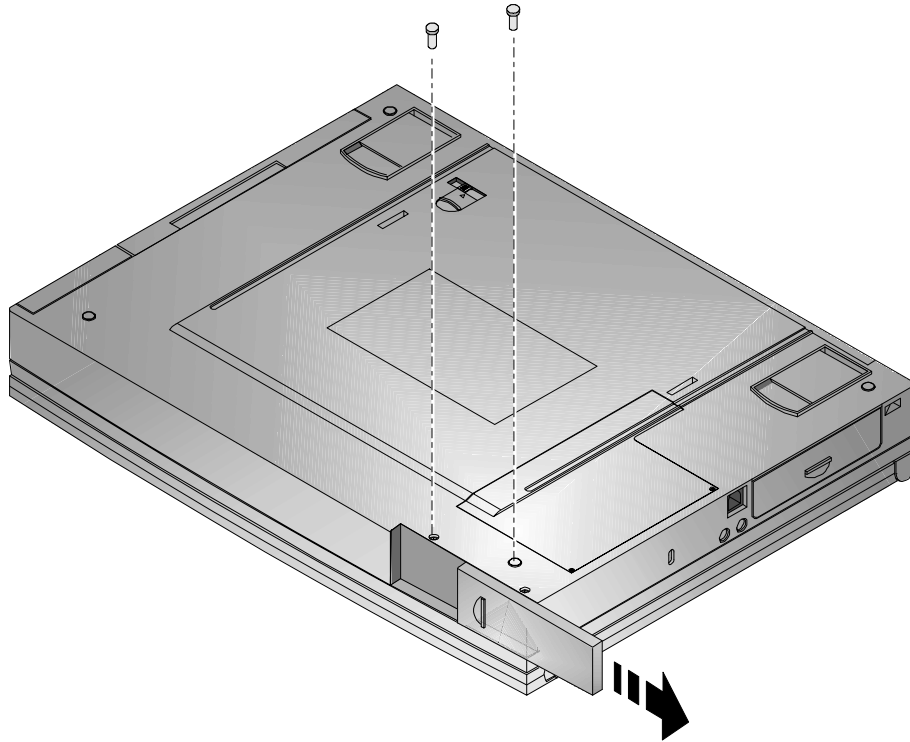

Figura 6-8: Rimozione del disco fisso (passo 1)
2. Sul fondo del notebook vi sono due viti Phillips che bloccano il disco fisso nell'unità impedendo che venga danneggiato in seguito alle vibrazioni. Togliere queste viti (figura 6-8)
3. Far scorrere il coperchio di plastica del disco fisso nella direzione della freccia, come illustrato nella figura 6-8.